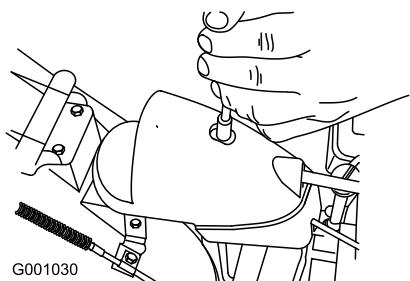

Figure 57
1. Retirez la fixation du couvercle du secteur denté (Figure 57), soulevez l'avant du couvercle et faites-le coulisser en arrière de façon à l'écartier.